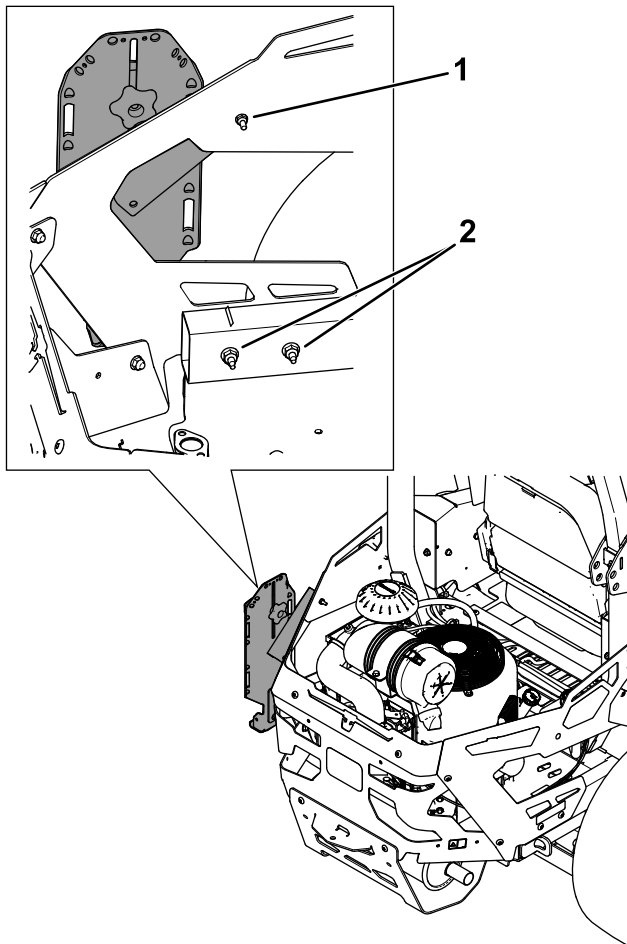
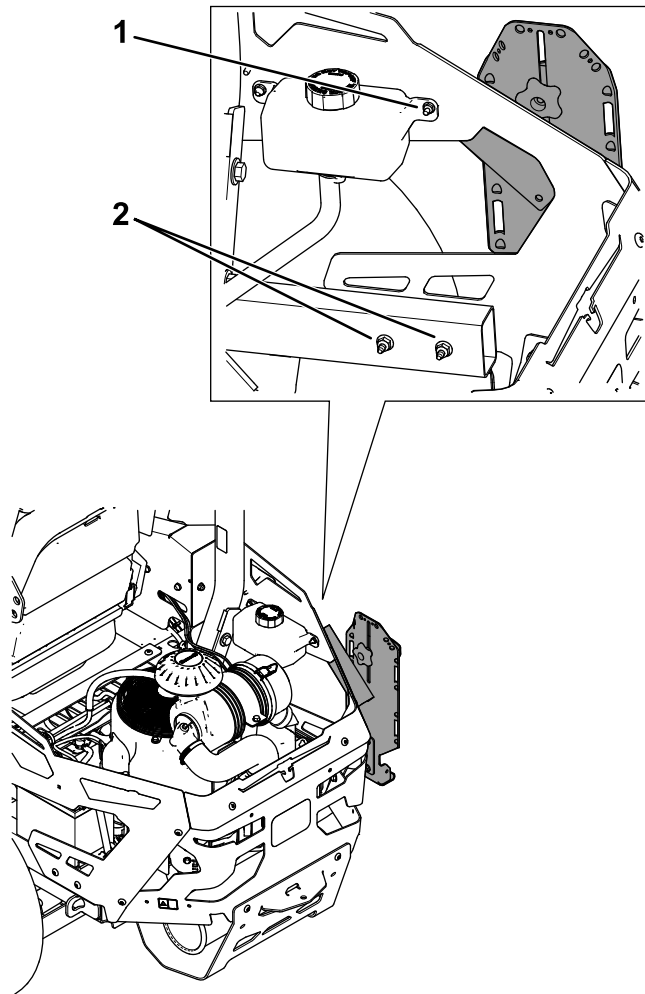

図 3
図 4
1. マウントアセンブリを、後サイドガードに固定するキャリッジボルト $\frac{1}{4}$ x 1"とナット $\frac{1}{4}$ "で図 3または図 4のように取り付ける。
2. メインブラケットの底部を、下側後部ガードに固定するボルト $\frac{5}{16}$ x 3"2本とナット $\frac{5}{16}$ "2個で図 3または図 4のように取り付ける。